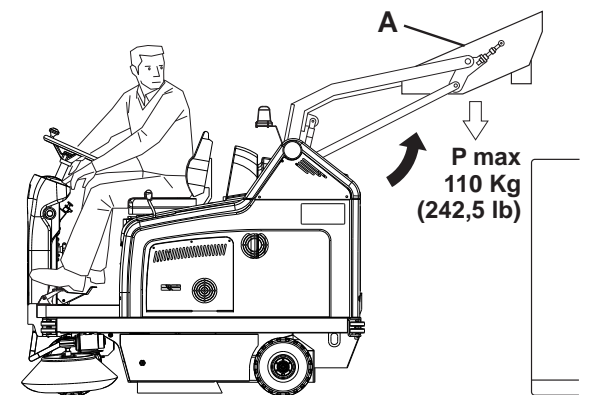

Abbildung 1
3. Es dürfen sich keine Personen in der Nähe des Geräts, insbesondere nicht im Bereich des Abfallbehälters (4) aufhalten.
4. Freigabeschalter (51) und gleichzeitig Schalter zum Anheben des Abfallbehälters (57) betätigen und Abfallbehälter bis zur gewünschten Höhe anheben (A, Abb. 1).
Das Gerät ermöglicht das Kippen des Abfallbehälters (A, Abb. 1) erst ab einer Mindesthöhe von 270 mm.